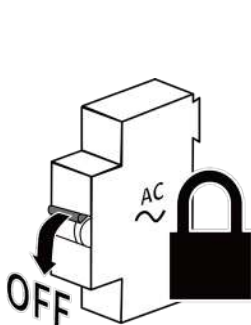

Abb. 18. Schalten Sie den AC-Schutzschalter aus.
1. Schalten Sie den AC-Schutzschalter aus und sichern Sie ihn, damit er nicht versehentlich eingeschaltet werden kann (siehe Abb. 18).